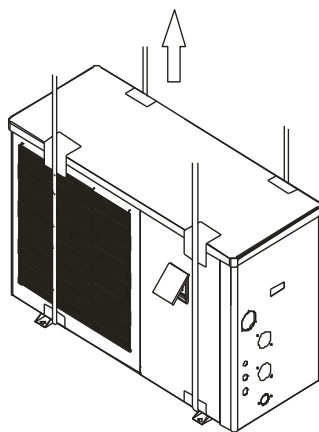

Figura 5 Diagrama de elevação
- Use quatro ou mais correias de elevação macias para mover os conjuntos (consulte a Figura 5).
- Não manuseie, mova ou levante a unidade segurando o tubo de entrada e saída de água: use apenas os orifícios na viga da base (consulte a Figura 5)